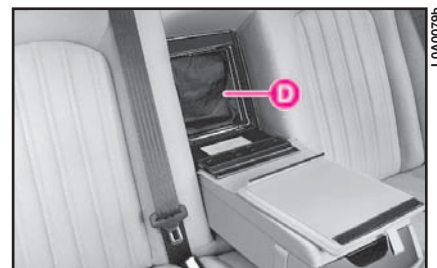

fig. 207
4) Estrarre la protezione **D** (fig. 207) e distenderla sul bracciolo.